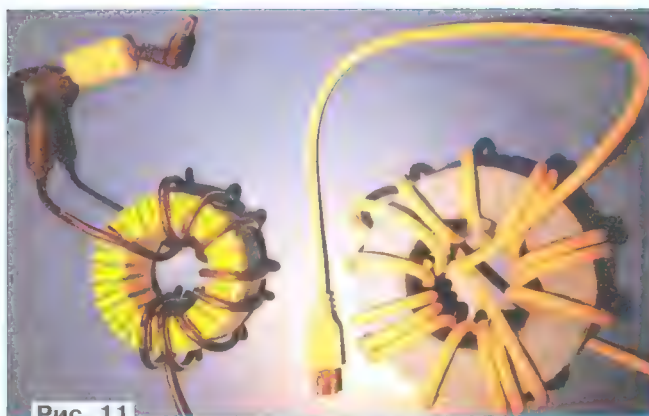

Рис. 11
Существенно снизить неприятные широкополосные помехи от ноутбука поможет дроссель на USB-кабеле, подключённый к SDR-приёмнику (рис. 11 справа). По итогам это был самый сложный момент при "уборке", а проблема оказалась в самом кабеле. Скорость передачи данных по этому кабелю — большая, и кабельный дроссель не должен этому мешать из-за разницы в индуктивностях отдельных проводов в кабеле. С обычным кабелем, имеющимся в настоящее время в продаже, уже при индуктивности кабельного дросселя 200 мкГн нарушался поток данных от SDR-приёмника к ноутбуку. Только после поиска на складах неликвидов мне достался даром старый немецкий USB-кабель 1999 г. выпуска, который тогда гордо стоил 25 марок. Им я
**рис. 11** слева показан дроссель на кольце диаметром 73 мм из феррита M2500HMC, изъятый из трансформатора 220В/11В для галогенных ламп.